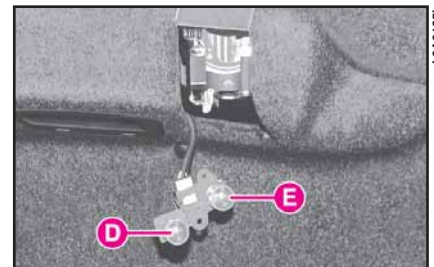

fig. 28
3) quite las lámparas de cristal enterizo, colocadas a presión (fig. 28);